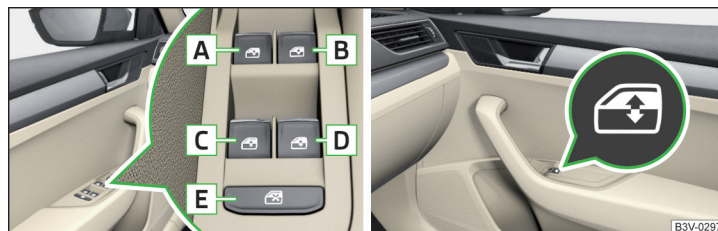

Abb. 61 Tasten der Fensterheber
Tasten der Fensterheber » Abb. 61
- Nach dem Öffnen der Fahrer- oder Beifahrertür ist die Bedienung der Fenster nur über die Taste **A** » Abb. 61 möglich, indem diese für 2 s gehalten bzw. gezogen wird.
- › **oder:** Die Zündung ausschalten, die Fahrertür öffnen und die Taste **A** bis zum Anschlag in der Öffnungsstellung halten » Abb. 61 auf Seite 73.
- › **oder:** Die Zündung ausschalten, die Fahrertür öffnen und die Taste **A** bis zum Anschlag in der Schließstellung halten » Abb. 61 auf Seite 73.